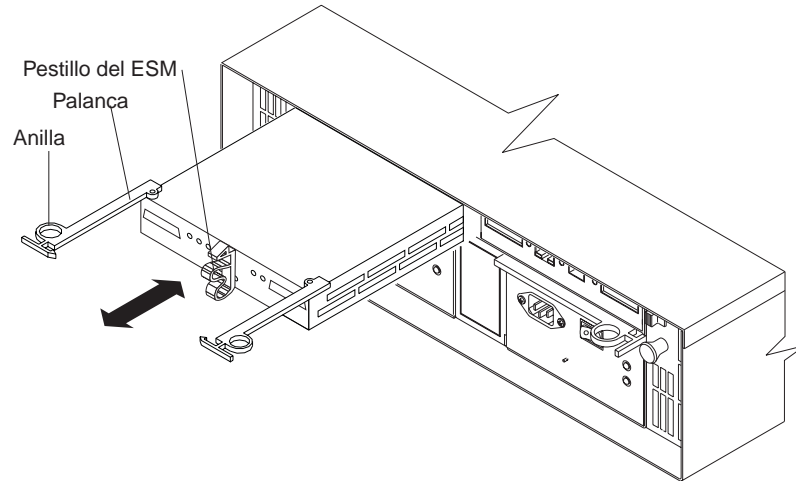

Figura 11. Sustitución de un ESM
1. Deslice un ESM en la ranura vacía de la unidad de expansión. Asegúrese de que se ha tirado de las palancas cuando lo deslice, tal como se muestra en la Figura 11.